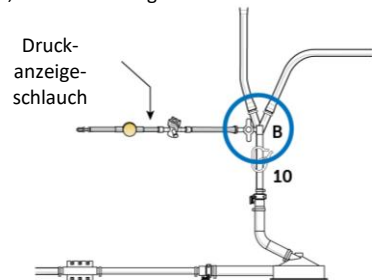

Abbildung 20
- (a) Bringen Sie den Druckanzeigeschlauch vor der Pumpe (zum Messen von Unterdruck-Pumpensaugkraft) an Absperrhahn „B“ an, und füllen Sie ihn vor, siehe Abbildung 20.